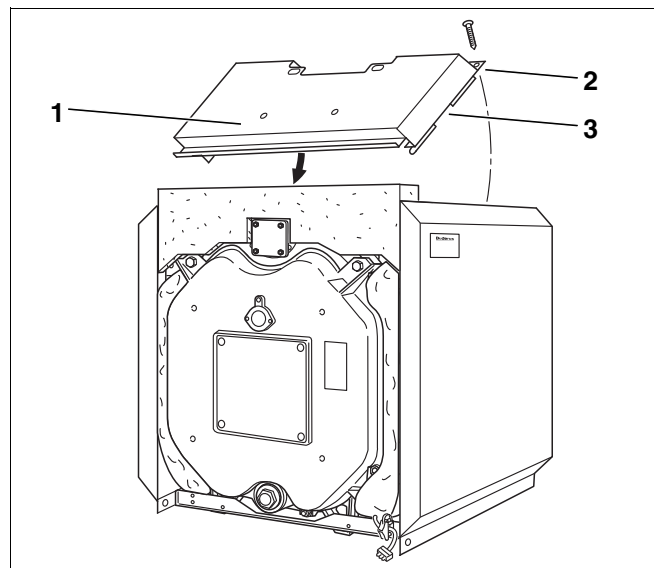

Рис. 36 Установка передней крышки
- Установить крышку (рис. 36, поз. 1) спереди между боковых стенок таким образом, чтобы вырез (рис. 36, поз. 3) был над траверсой.
- Закрепить крышку на задней стороне саморезами (рис. 36, поз. 2) к боковым стенкам.